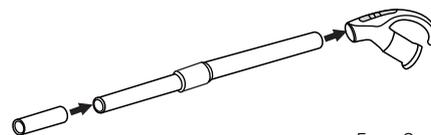

Fig. 8
Para limpiar los puntos de difícil acceso (techos, rincones, etc.) puede utilizar la prolongación, incluida en el equipamiento, sólo debe encajar la prolongación en el tubo flexible y acoplar el accesorio de limpieza deseado (fig. 8) a la prolongación.
Modelos con regulador de potencia en la empuñadura (C) (fig. 8).